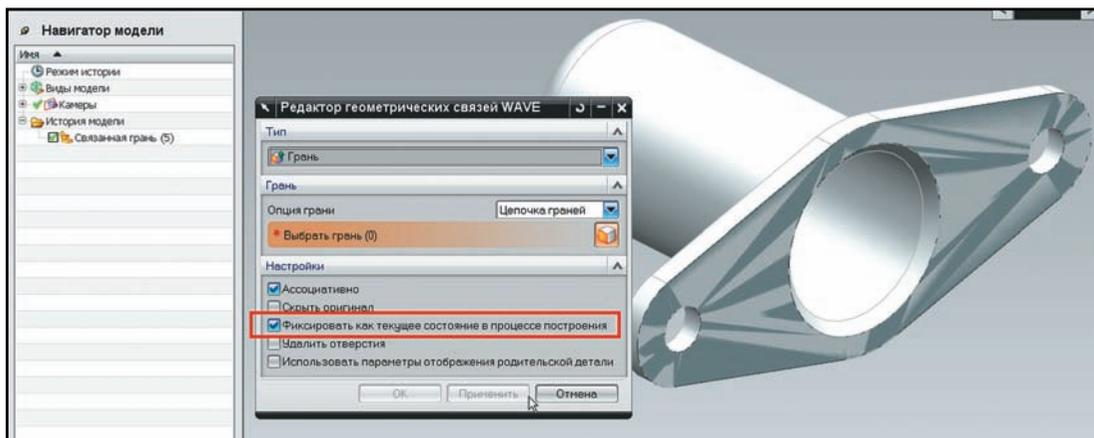

Рисунок 4.9. Зависимость связи от времени создания
- Воспользуемся командой **Редактор геометрических связей WAVE** для создания позиционно зависимой связи, как в первом примере, но на этот раз, выбрав грань, в диалоге включим опцию **Фиксировать как текущее состояние в процессе построения (Fix at Current Timestamp)** (рис. 4.9).